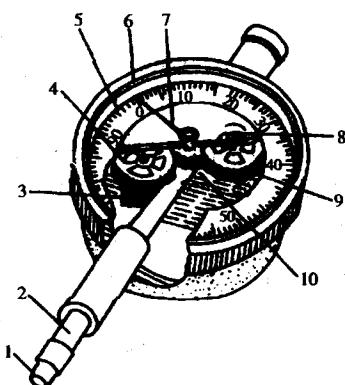

图 1-1-10 百分表
(1) 百分表结构如图 1-1-10 所示。1 是淬硬的测头，用螺纹旋入测杆 2 的下端。测杆 2 的上端铣出齿条。当测杆上升时，带动 $z=16$ 的小齿轮 3 转动，在齿轮 3 的同一轴上装有 $z=100$ 的大齿轮 4，该齿轮带动中间 $z=10$ 的小齿轮 10 转动。在小齿轮 10 同一轴上装有长指针 7，因此长指针就随着一起转动。在小齿轮的另一边装有另一只大齿轮 9，齿轮轴的下端装有游丝，用来消除齿轮间的间隙，确保测量精度，齿轮轴上端装有短指针 8，用来纪录长指针的转数，长指针转一周，短指针转一格。在表盘 5 上有刻线，共分 100 格。转动表圈 6 并带动表盘 5 一起转动，可调整表盘刻线与长指针的相对位置。
(2) 百分表的刻线原理是：百分表内测杆齿条和齿轮的齿距是 0.625mm ，当测杆上升 16 齿时（即上升 $0.625 \times 16 = 10\text{mm}$ ）， $z=16$ 的小齿轮转一周，